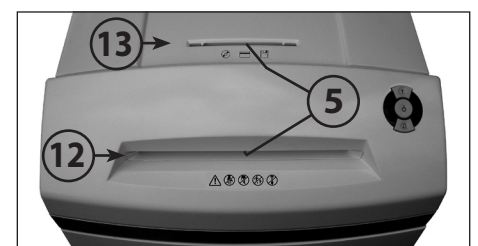

Fig. 3
**5 = Dispositivo fotoeléctrico (avanço) (Fig. 3)**